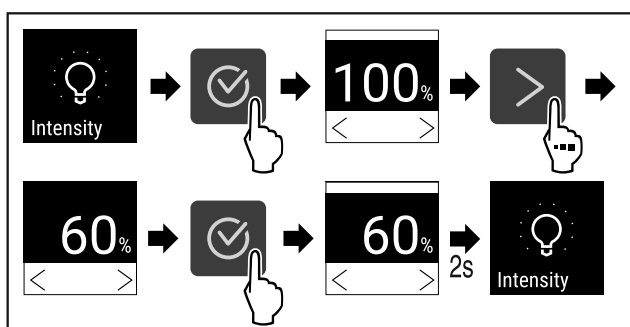

Fig. 71
- ▶ Obavite korake postupka (pogledajte Fig. 71).